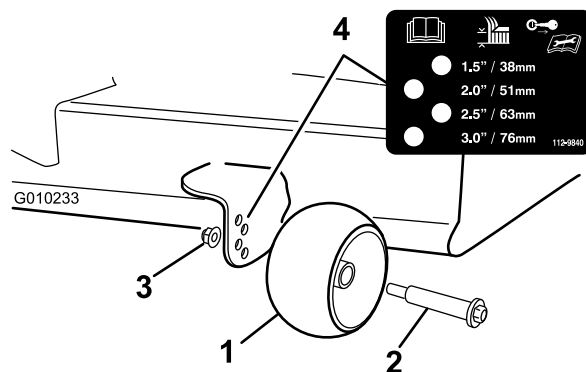

Figure 19
3. Réglez les galets anti-scalp montrés à la Figure 19 à la position correspondant le mieux à la position de hauteur de coupe.